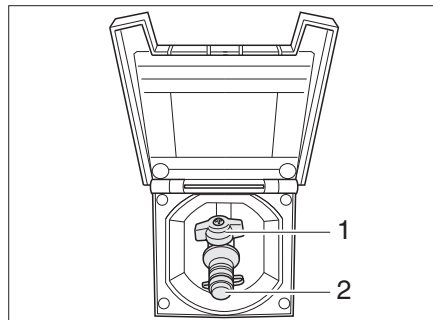

Fig. 186 Toma exterior de gas, válvula de paso de gas cerrada
La toma externa de gas (Fig. 186) está, en función del modelo, en la parte trasera o en el lado izquierdo o derecho del vehículo.
- Conectar el aparato de gas externo en el punto de conexión (Fig. 186,2).
- Abrir la válvula de paso de gas (Fig. 186,1).